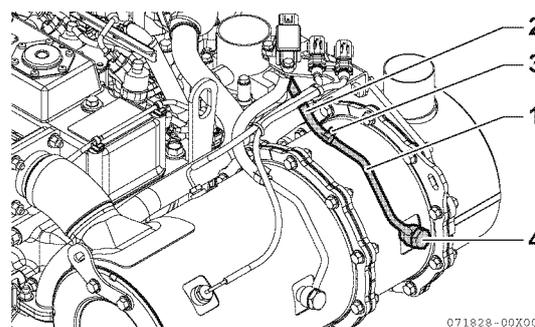

Figure 13-7
- Desserrez le collier de serrage (3, Figure 13-7) du tuyau (2, Figure 13-7) raccordé au tuyau de pression d'échappement côté FS (1, Figure 13-7), et retirez-le du tuyau.
- Le nettoyage du FS est également possible alors que le tuyau de pression d'échappement est fixé. Il n'est donc pas nécessaire de retirer les boulons de joint de tuyau (4, Figure 13-7).